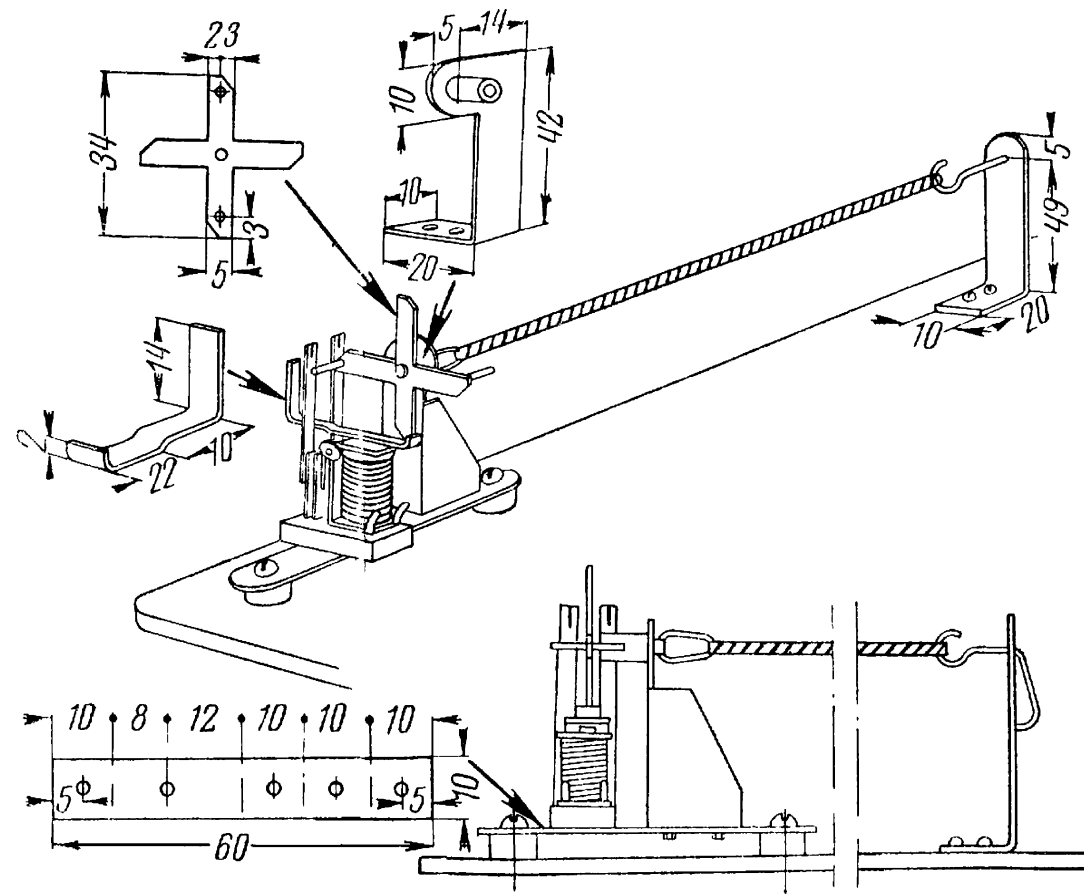

Рис. 5. Вертушка-переключатель
**Приемно-передающее устройство** модели состоит из простейшего полупроводникового приемника и передатчика с батарейным питанием. С помощью такой аппаратуры может передаваться только одна команда. Но так как для маневрирования, при котором производятся повороты направо и налево, нужны минимум две команды, постройте вертушку-переключатель. Она будет попеременно переключать обмотку якоря рулевого микродвигателя, заставляя его вращаться то по часовой, то против часовой стрелки. Такая вертушка-переключатель (рис. 5) состоит из четырехлопастной крыльчатки 1 с контактными штырьками 2 и 3, стопора 4 с верхним и нижним зубьями, электромагнита 5, контактных пластин 6 и 7, стоек 8 и 9, резиномотора 10.